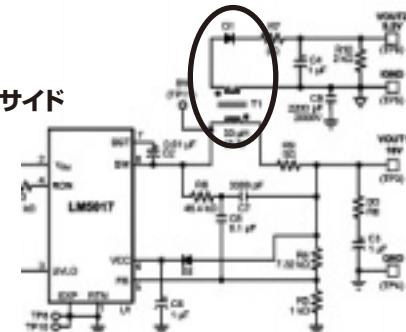

図1
- 高耐圧入力で絶縁型電源が必要な医療機器、通信インフラ機器また絶縁電源モジュールでの2次側への電源供給としても応用可能。(図1参照) 本アプリ向け評価ボードも提供可能(LM5017ISOEVAL)。
- ダイオードの代わりにFET使用で、高効率な同期整流降圧型電源構成も可能(図1参照)